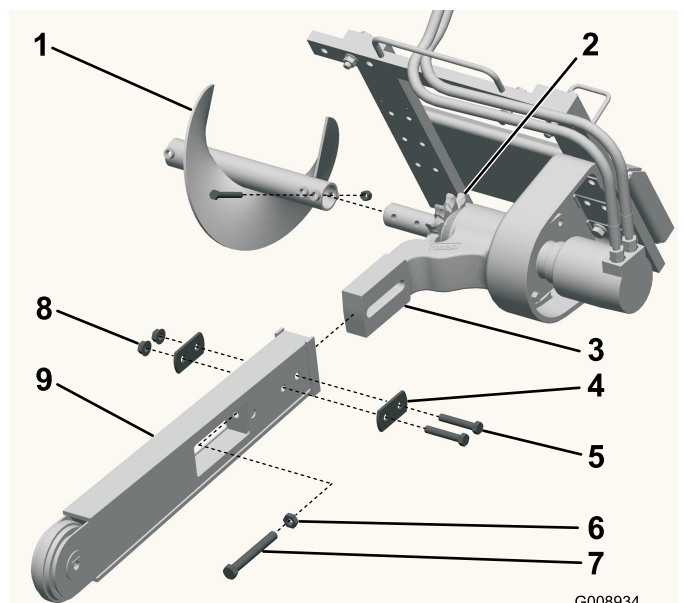

Figure 3
3. Enlevez le boulon et l'écrou de fixation de la vis sans fin de déblayage et déposez la vis sans fin (Figure 3).
4. Retirez les 2 boulons, écrous et doubles rondelles de chaque côté de l'élinde (Figure 3).
5. Desserrez le boulon de réglage et l'écrou de blocage (Figure 3).